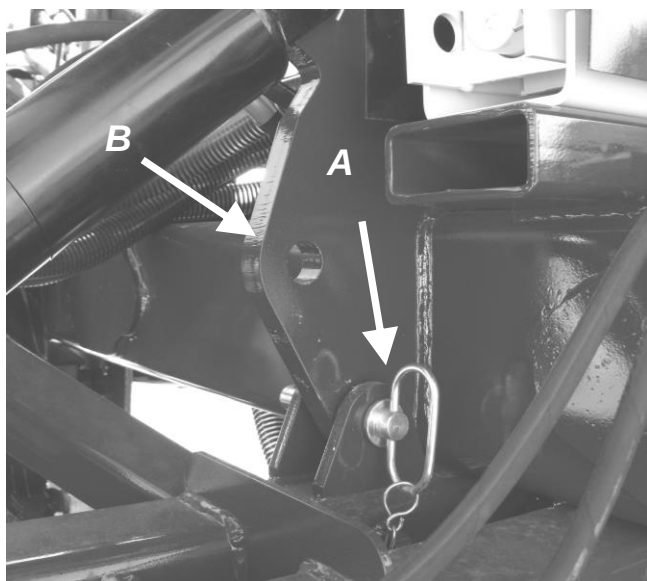

Figure 7
17. Retirez les axes de sécurité sur la barre- outil [figure 7, **A**]. Fixer les axes dans le trou supérieur [figure 7, **B**].
- b. soit de verrouiller la barre aux points d'attache prévus à cette fin sur le châssis [figure 7, **A**].
2. Pour le semis de soya sans l'utilisation d'engrais vous devrez également fermer la valve de contrôle de hauteur de la barre d'outil avant [Figure 12C1] et installer les axes mécaniques [Figure 7].